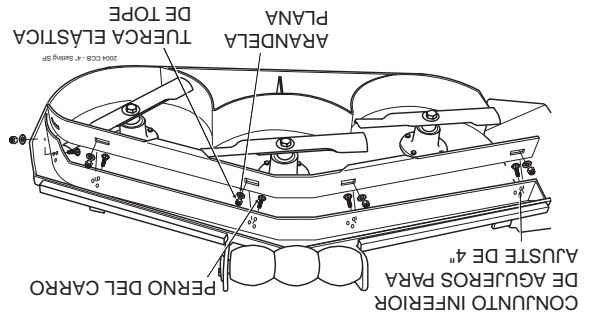

Figura 11. Posición del deflector de corte personalizado de 4"
C. Posición 4" (ajuste de fábrica para las plataformas de corte Velocity-Plus) - el deflector se instala usando el conjunto interior de agujeros en el deflector frontal soldado dentro de la plataforma de corte. (Vea la Figura 11). La colocación del deflector en el ajuste de 4" mejorará el corte en otoño (recogida de hojas) y reducirá los "soplos" en la plataforma de corte.